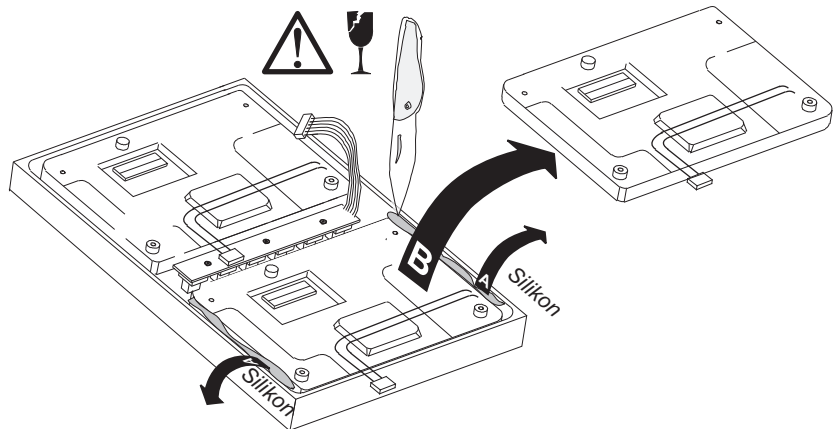

Bild D 8-5: Lösen und Entfernen des defekten Displays
5. Lösen Sie vorsichtig das Silikon (siehe Bild D 8-5, A) und entnehmen Sie das defekte Display. Beschädigen Sie nicht die Kabel (siehe Bild D 8-5, B).